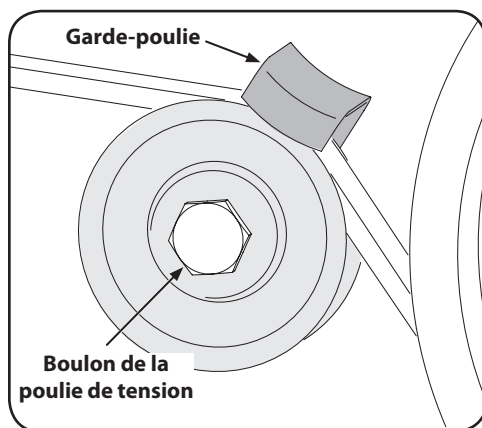

Figure 5-6
3. Retirez le boulon de la poulie de tension et dégagez la courroie sous le garde-poulie. Voir Figure 5-6.
NOTE : Lors du remontage, assurez-vous que le garde-poulie soit placé comme indiqué à la Figure 5-6. Prenez soin de bien aligner l'encoche du garde-poulie avec le support de la poulie lorsque vous installez la courroie neuve.